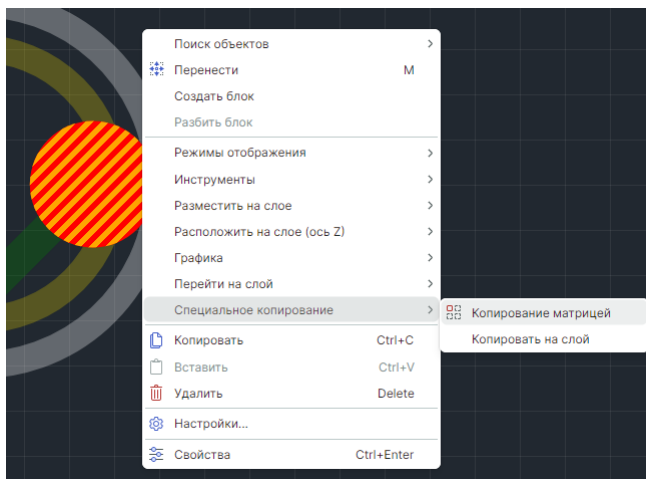

Рис. 543 Вызов инструмента «Копирование матрицей» из контекстного меню
2. Вызовите контекстное меню и выберите пункты «Специальное копирование» → «Копирование матрицей», см. Рис. 543.